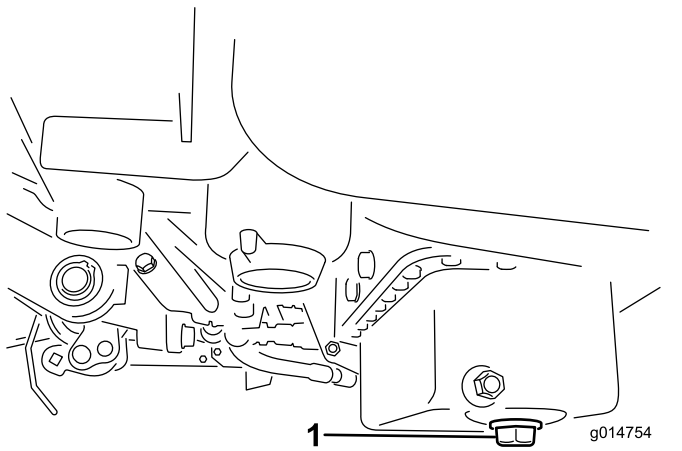

Bild 31
1. Entfernen Sie die Ablassschraube und lassen das Öl in eine Auffangwanne ab. Schrauben Sie die Ablassschraube wieder ein, nachdem das Öl abgelassen ist (**Bild 31**).